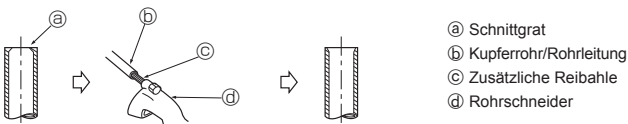

Fig. 5-3
5.2.2. Schnittgrate entfernen (Fig. 5-3)